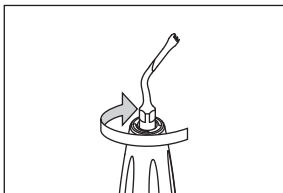

Fig. 1
- 1) Vissez manuellement l'insert dans la pièce à main jusqu'à ce qu'il soit légèrement serré (Fig. 1).